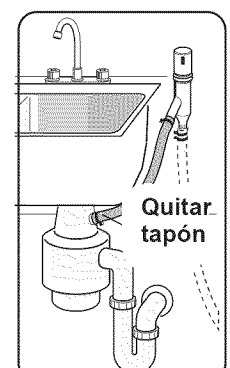

Ilustración 11
4. A una conexión de desagüe de la lavadora de platos que cuenta con una trituradora de basura a través de un espacio de aire, como se muestra en la Ilustración 11.